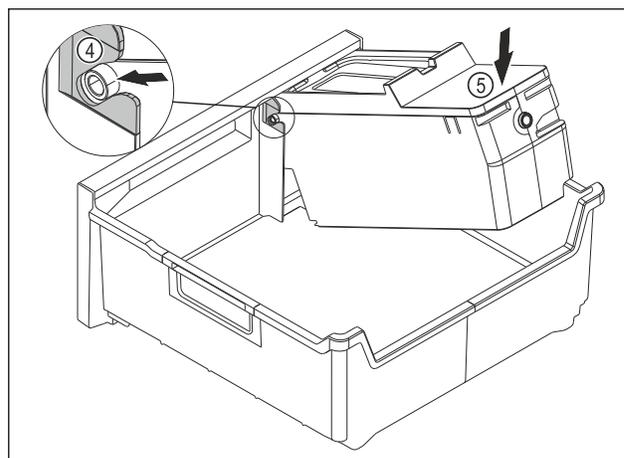

Fig. 138
- ▶ Monter le corps de l'EasyTwist-Ice : Insérer les axes du corps de l'EasyTwist-Ice dans les guides *Fig. 138 (4)*.
- ▶ Appuyer l'arrière du corps de l'EasyTwist-Ice *Fig. 138 (5)* vers le bas.